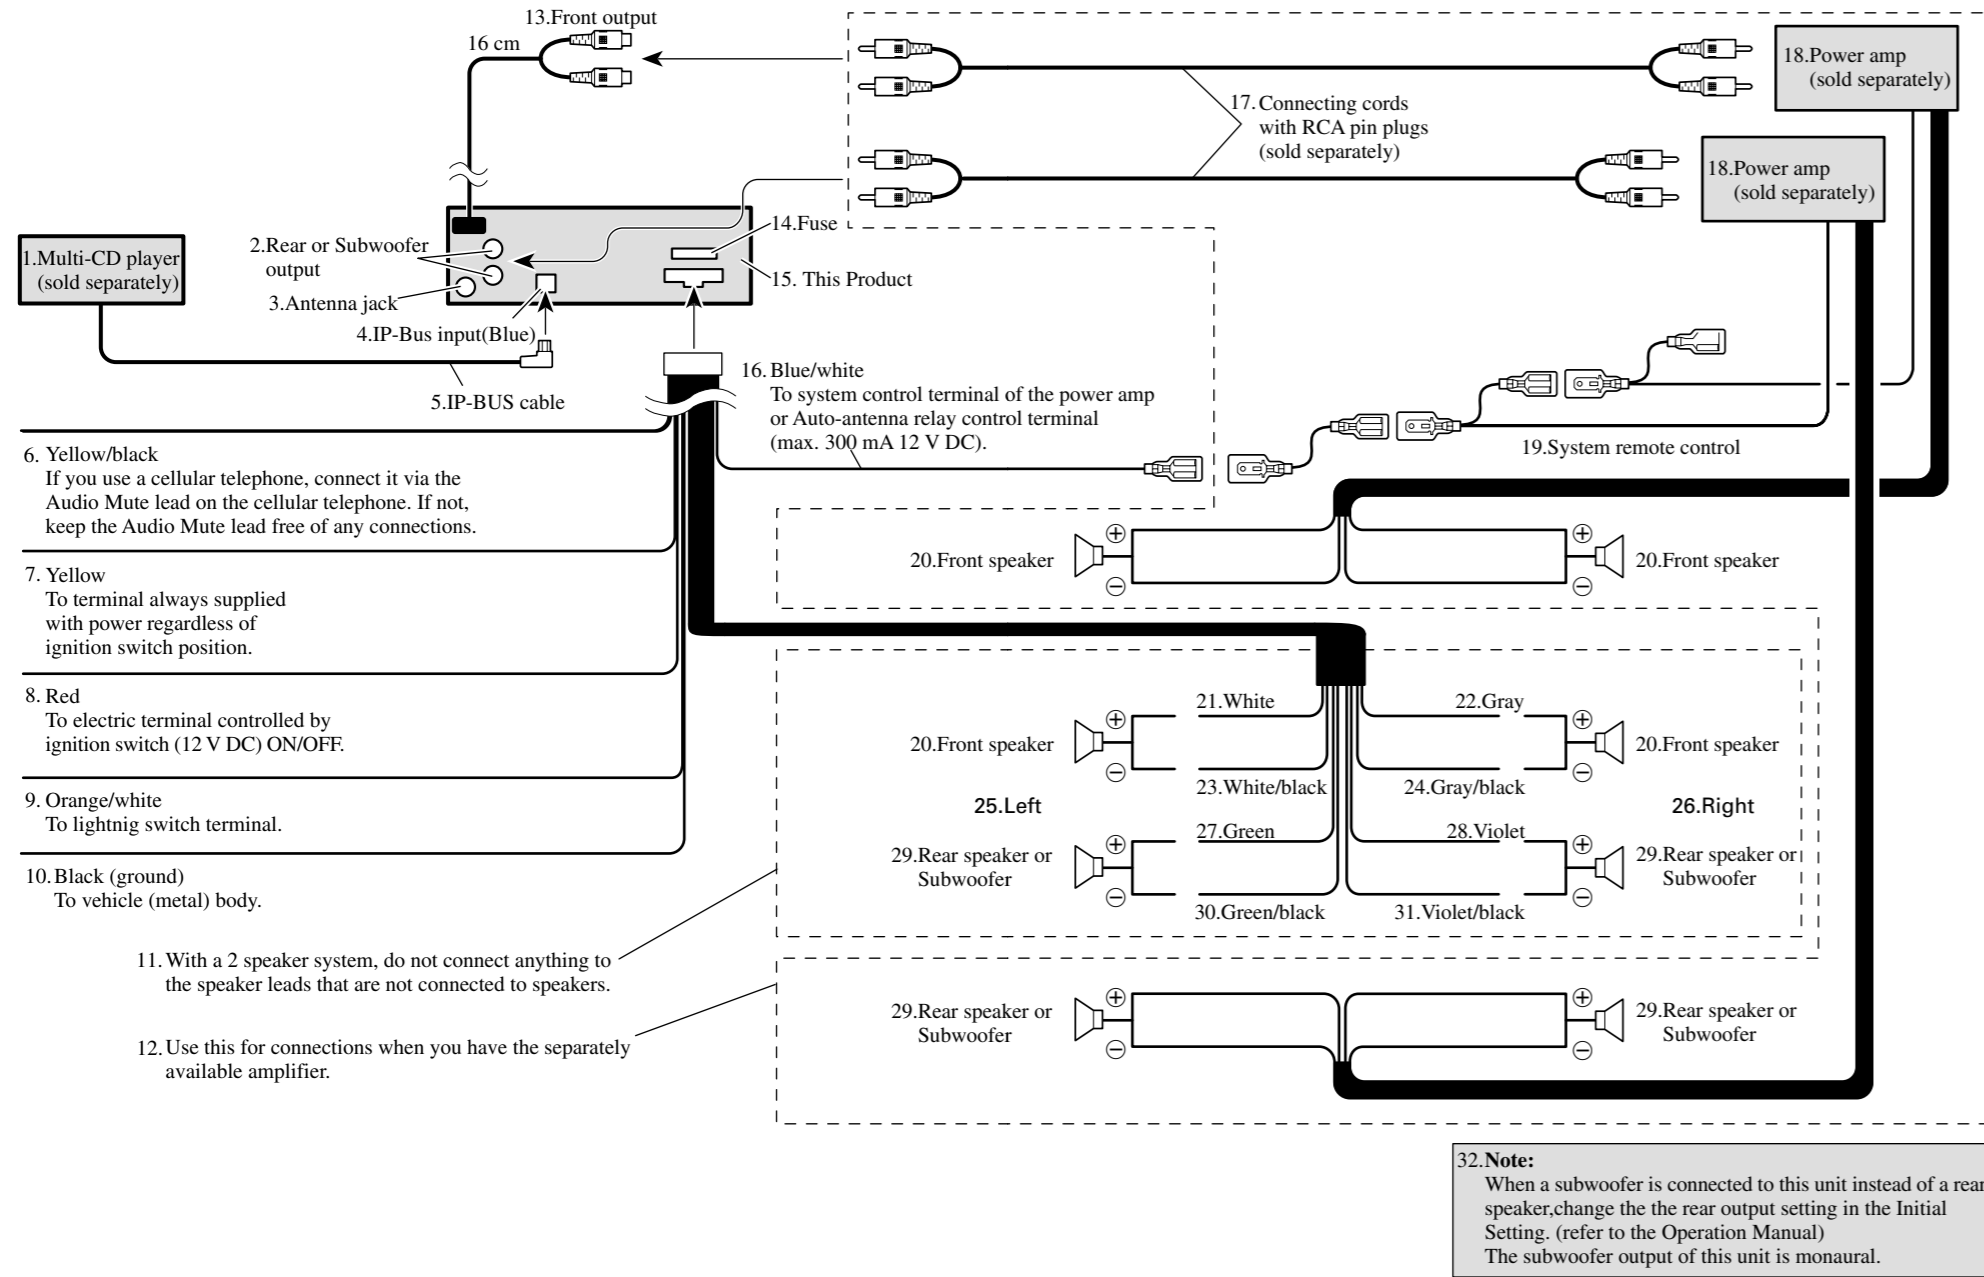

Fig. 8
**Connection Diagram (Fig. 8)**
**Diagrama de conexión (Fig. 8)**